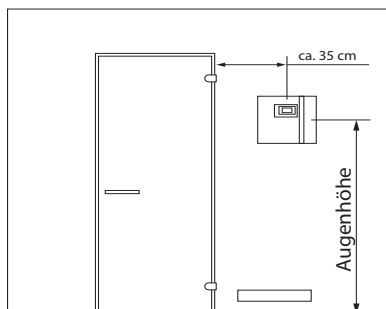

Abb. 2
1. Die Bohrungen $\varnothing$ 3 mm für die mitgelieferten Holzschrauben 4 x 20 mm werden entsprechend den in Abb. 2 + 3 angegebenen Maßen angebracht.